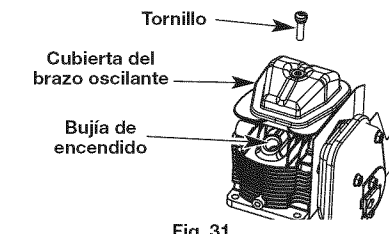

Fig. 31
5. Limpie la suciedad de alrededor de la cubierta del brazo oscilante. Saque el tornillo que sostiene la cubierta del brazo oscilante con un destornillador grande de vástago plano o con una broca Torx T-25 (Fig. 31). Saque la cubierta y la junta del brazo oscilante.
- El pistón esté en la posición superior de su recorrido. Esto deberá hacerse mirando por el orificio de la bujía. (Fig. 31)